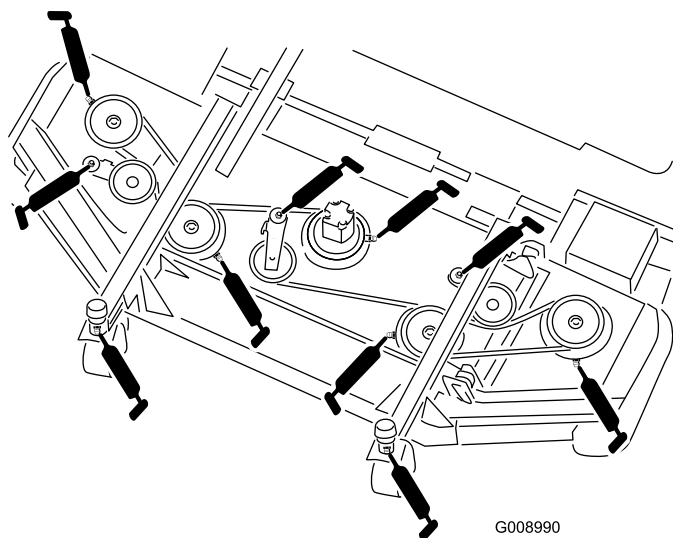

Figura 52
- 2 casquillos del eje de la horquilla de la rueda giratoria (Figura 52)
- 5 cojinetes de eje giratorio (situados en el alojamiento del eje) tal y como se muestra en la Figura 52
- 3 casquillos de pivote de brazo tensor (situados en el eje del pivote tensor) tal y como se muestra en la Figura 52